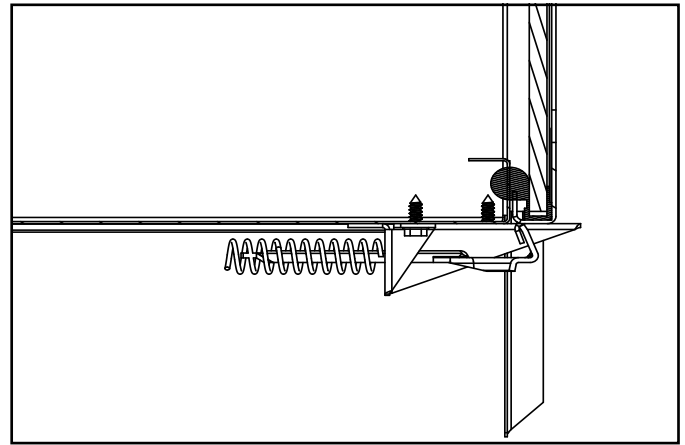

Figure 4.2. Panneau de verre fixé
- Le panneau de verre fixe s'attache au foyer en quatre points. Les quatre mécanismes d'attache est constitué de verrous à ressorts. Un exemple de verrou de vitre est montré à la Figure 4.2.